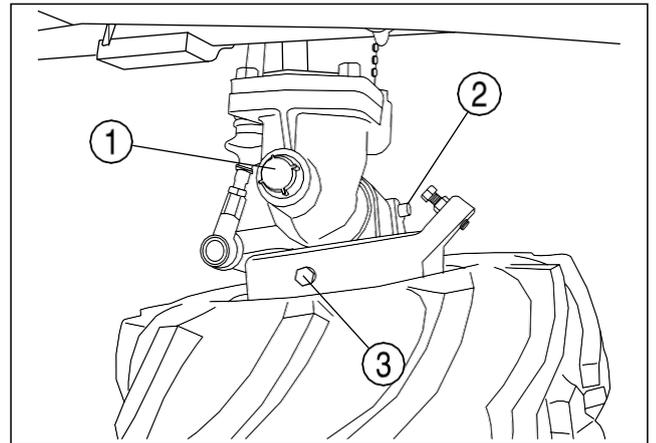

FIG. 109
FIG. 109: Aparque el tractor en un suelo a nivel y pare el motor. Retire el filtro de aceite (1) en la parte superior del eje delantero izquierdo. Retire el tapón (3) en la parte superior de los dos lados para dejar que salga el aire del eje delantero. Compruebe que el nivel de aceite está a la mitad del cárter del eje delantero. Si el nivel de aceite es más bajo, añada aceite hasta que esté a medio nivel del eje delantero.